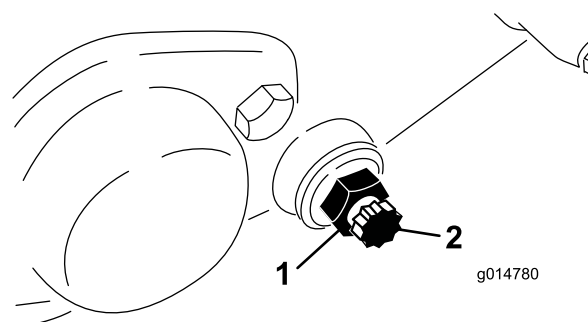

図 59
3. ベッドバーボルト (図 59) を固定しているジャムナット (機体両側) をゆるめる。
4. 各ベッドバーボルトを抜いてベッドバーを下に引き抜いて外す。ベッドバーの両端にナイロンワッシャとスチールワッシャが2枚ずつあるので注意する (図 59)。